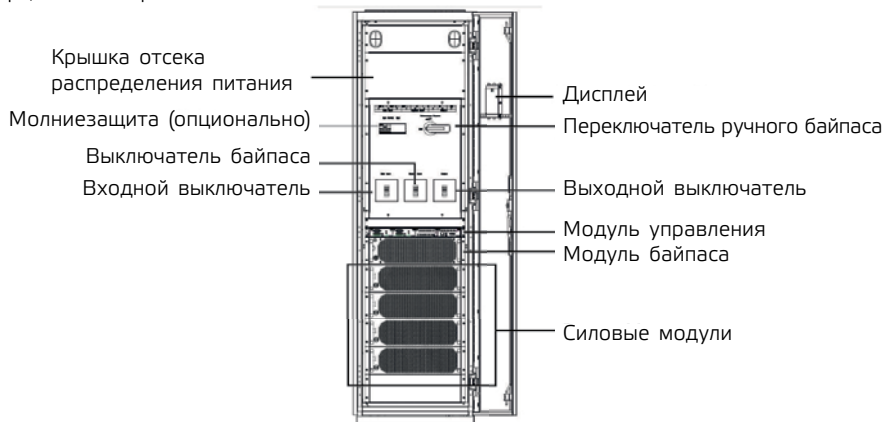

Рис. 1-5 Структура ИБП 200 кВА (полная конфигурация)
2. На рис. 1-5 показана конструкция ИБП мощностью 200 кВА в полной конфигурации. Передняя дверца ИБП открыта.